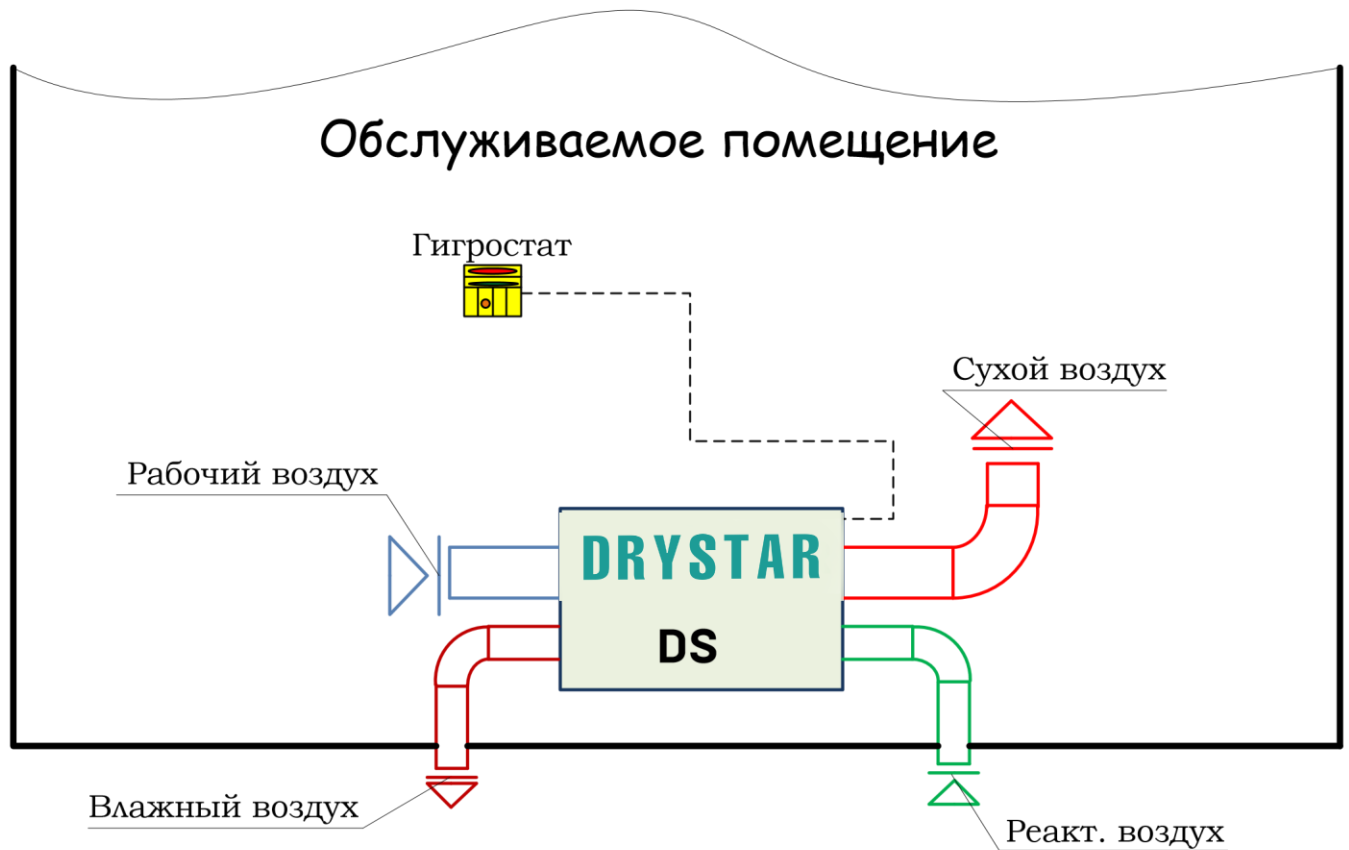

Рисунок 4.1 – Работа осушителя по «закрытой» схеме (внутреннее исполнение)
- ✓ работа осушителя по «закрытой» схеме (внутреннее исполнение) – см. рисунок 4.1;
На рисунке 4.2 показан вариант установки осушителя снаружи обслуживаемого помещения при работе на рециркуляцию. Отличается от первого варианта (см. рисунок 4.1) только местом установки осушителя.